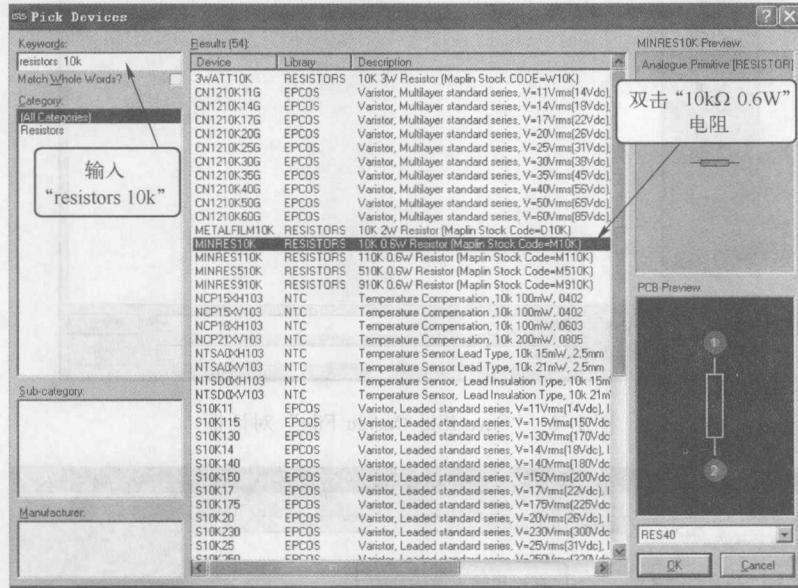

图1-9 $10\text{k}\Omega 0.6\text{W}$ 电阻的选择
(2) 添加电阻和电阻排。打开“Pick Devices”对话框，在“Keywords”文本框中输入“resistors 10k”，“Results”列表中则显示出各种功率的 $10\text{k}\Omega$ 电阻，如图1-9所示。在“Results”列表中双击“ $10\text{k}\Omega 0.6\text{W}$ ”电阻，将其添加到对象选择器。